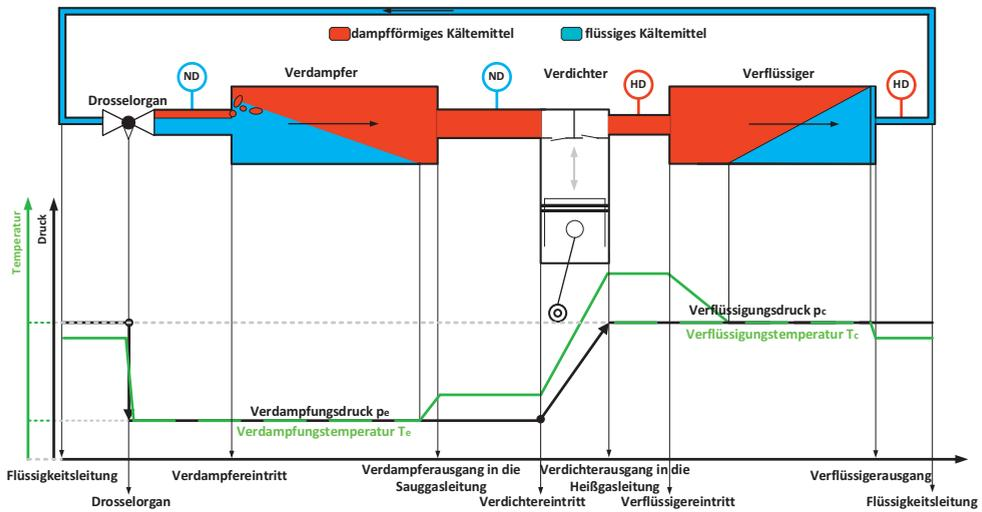

Abbildung 1.62: Druck- und Temperaturverlauf im Kältemittelkreislauf
In Abbildung 1.62 sehen wir einen Durchlauf des Kältemittels durch den einfachen Kreislauf mit dem zugehörigen Druck- und Temperaturveränderungen. Die eingezeichneten Druck- und Temperaturverläufe gelten so unter den Voraussetzungen, dass das Kältemittel ein Reinstoff und kein Gemisch ist und dass es in Rohrleitungen und Wärmeübertragern zu keinen Druckverlusten kommt. In der Anlage kann man dann zwei Drücke messen: Auf der Niederdruckseite (ND) ermittelt man vor oder nach dem Verdampfer den Verdampfungsdruck p_e (Hinweis: Index e steht für evaporator, nicht zu verwechseln mit dem effektiven Überdruck p_e). Auf der Hochdruckseite (HD), vor oder nach dem Verflüssiger, wird der Verflüssigungsdruck p_c (Index c steht für condenser) gemessen. Bei einem reinen Stoff ist die Verdampfungs- bzw. Kondensationstemperatur (grüner Verlauf) nur abhängig vom Druck (schwarz) und verläuft daher parallel zur Drucklinie (grün/schwarz gestrichelt). Im letzten Teil des Verdampfers steigt die Temperatur bei konstantem Druck an, das Kältemittel wird überhitzt. Das überhitzte und daher sicher dampfförmige Kältemittel wird vom Verdichter angesaugt. Durch die Verdichtung steigen der Druck und auch die Temperatur, sodass zum Verflüssiger stark überhitztes Gas gelangt. Im Verflüssiger gibt das Kältemittel bei konstantem Druck Wärme an die Umgebung ab. Im ersten Teil kühlt dabei das überhitzte Gas auf die zum Druck p_c gehörige Verflüssigungstemperatur ab. Anschließend findet die eigentliche Verflüssigung (grün/schwarz gestrichelt) mit einer leichten Unterkühlung statt, sodass die Temperatur des Mediums unterhalb der Verflüssigungstemperatur liegt. Das unterkühlte Kältemittel (sicher ohne Dampfanteile) strömt durch die Flüssigkeitsleitung zum Drosselorgan. Beim Durchströmen des Drosselorgans sinkt der Druck des Kältemittels sehr schnell ab. Mit dem Absinken auf den Verdampfungsdruck fällt auch die Temperatur auf die zum Druck gehörende Verdampfungstemperatur (grün/schwarz gestrichelt). Dabei bildet sich schon ein kleiner Dampfanteil, das sogenannte *Flashgas*. Der größere Flüssigkeits-